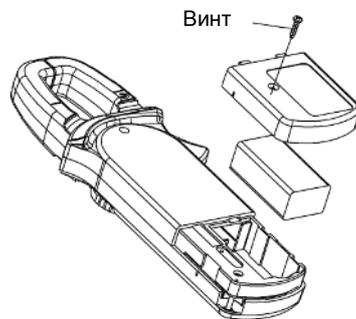

Рисунок 10
- Если при положении мультиметра лицевой стороной вверх, задней стороной вниз (см. рис. 10) показание прибора имеет положительный знак, значит, ток через проводник течет снизу вверх. Держите прибор крепко, и не выпускайте его из рук. Элементы Холла очень чувствительны не только к магнитному полю, но и к нагреванию, и механическому воздействию. Любой удар или толчок на короткое время приведет к искажению показаний. Для повышения точности измерений следуйте порядку действий, изложенному ниже:
### В. Замена батареи (см. рисунок 10)